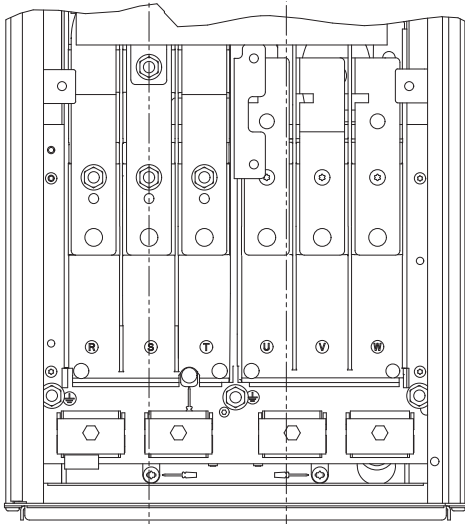

Fig. 11 Toma a tierra, red y conexión del motor
1. Conecte el conductor de tierra al terminal 99 (PE). Véase la fig. 11.
2. Conecte los conductores del motor a los terminales 96 (U), 97 (V), 98 (W).
1. Conecte el conductor de tierra al terminal 95 (PE). Véase la fig. 11.
Tenga en cuenta las siguientes posiciones de terminales cuando se diseñe la conexión de cables. Véanse las fig. 11.